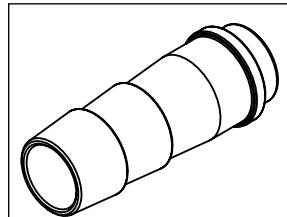

Fig. 2
- 软管接头NW 8 (2 个) 见Fig. 2
- 软管接头NW 12 (2 个) 见Fig. 2